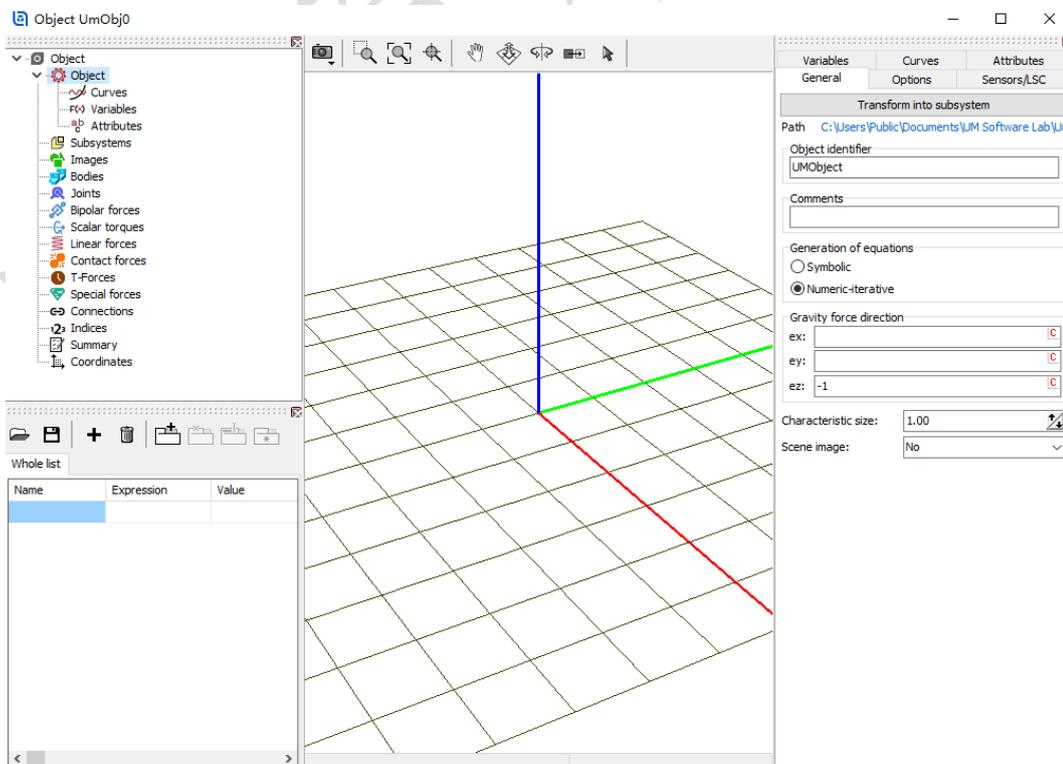

图 2-3
- 2) 选择主菜单 **File** → **New object**, 新建一个 UM 模型, 缺省名称为 **UmObj0**。这时出现 **UM Input** 建模主窗口, 左侧上部是模型树 (层次结构), 下部是参数表 (参数化建模), 右侧为交互界面 (输入和修改模型数据), 中间为动画窗口 (显示三维模型), 如图 2-3 所示。左侧模型树选中的对象决定了动画窗口和交互界面显示的内容, 当前模型没有任何对象, 因此只显示了总体坐标系 (惯性参考系, **Base0** 坐标系), 辅助网格缺省位于 X-Y 平面。